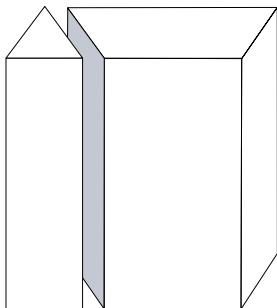

Fig. 5
- Effectuez d'abord une découpe d'onglet avec l'inclinaison correspondante (voir découpes d'onglet Fig. 5 – 7).